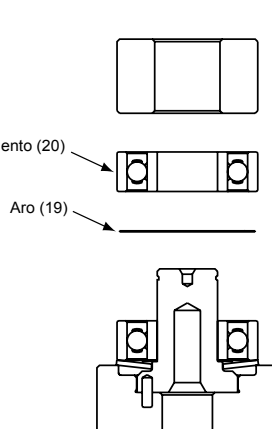

Figura 4
3. Coloque o anel espaçador (19) sobre o eixo (24) e sobre a superfície do rolamento (20) assegurando-se de que está centrado. Pressione o rolamento (18) usando a ferramenta de pressão (MPA0204) T-3B, cuidando para que o anel esteja centrado sobre o eixo vertical do eixo e do rolamento. Ver figura 4. Nota: Quando a montagem do eixo está feita corretamente, os rolamentos rodam livremente, mas não soltos e o anel pode mover-se, mas não desliza ou move por gravidade.
4. Ponha o anel retentor (17) sobre eixo (24) assegurando-se de que está colocado corretamente na ranhura.
5. Pegue o filtro (14) e centralize-o no pequeno orifício do eixo onde estava o filtro original antes de retirá-lo. Com uma chave de fenda de pequeno diâmetro introduza o filtro na perfuração até que chegue ao fundo. Ponha a válvula (15)